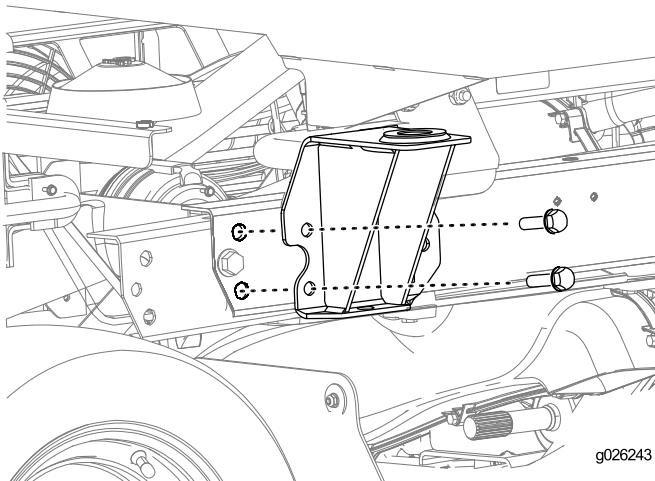

Figura 25
1. Instale os suportes traseiros na máquina (Figura 25) utilizando as ferragens removidas do ROPS em Remoção do conjunto do ROPS \(página 6\).